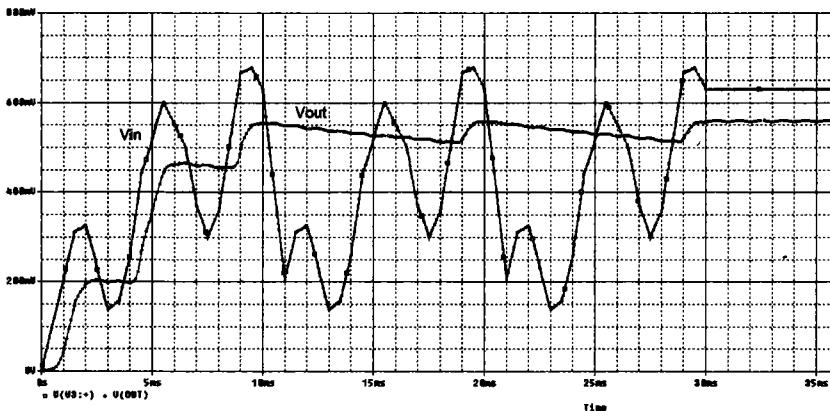

Рис. 8.22. Трехкратное повторение стимула
7. Исследуем источник VPWL\_FRE\_N\_TIMES. Этот сигнал из библиотеки Source может повторяться N раз. В схеме указываем тот же путь к текстовому файлу. В свойствах источника устанавливаем параметр REPEAT\_VALUE=3 и отображаем это на схеме. После моделирования получим графики (рис. 8.22).